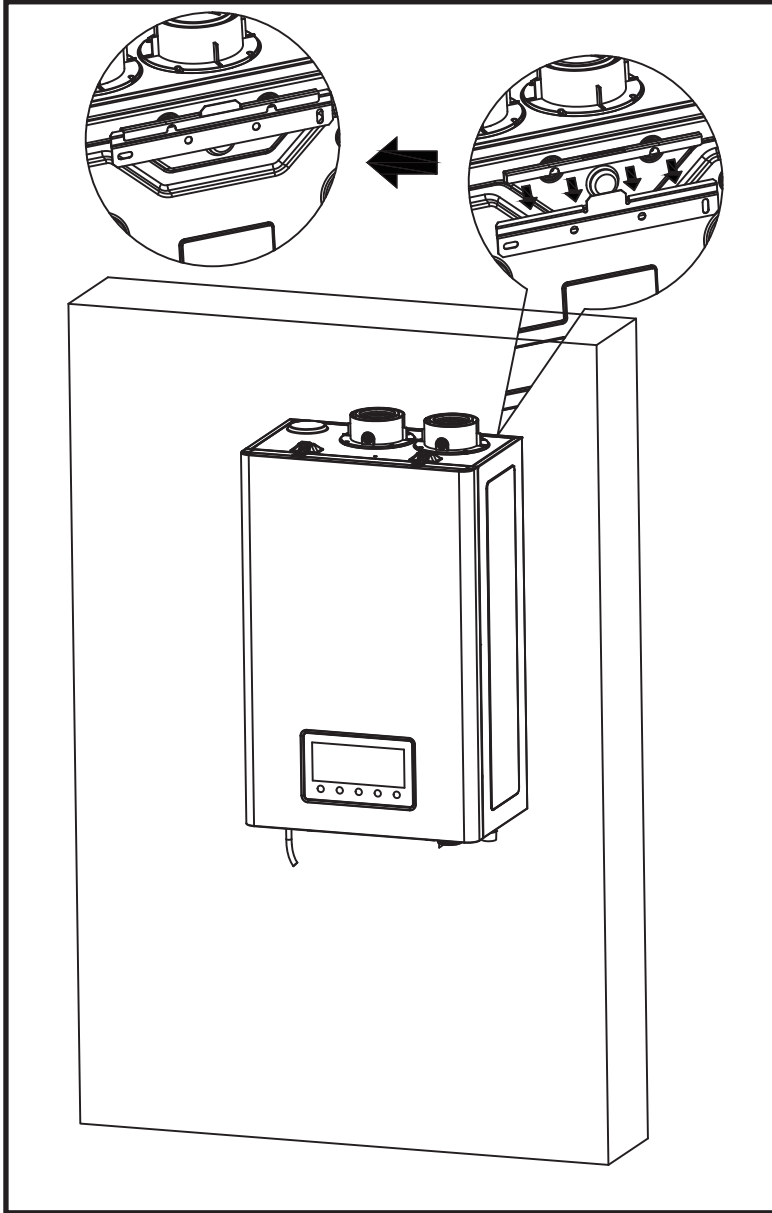

Fig. 6.4
3. Alignez les encoches à l'arrière du chauffe-eau avec les convexes du support supérieur. Ensuite, accrochez l'unité sur le support. **(Voir la fig. 6.4)**